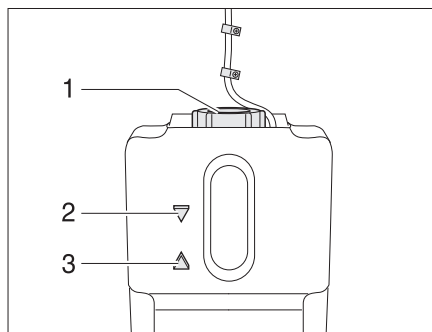

Fig. 257 Recipiente de compensación para la calefacción de agua caliente
- Comprobar si en el recipiente de compensación (Fig. 257) el líquido está entre las marcas "MIN" (Fig. 257,3) y "MAX" (Fig. 257,2).
- Abrir la tapa giratoria (Fig. 257,1) del recipiente de compensación.